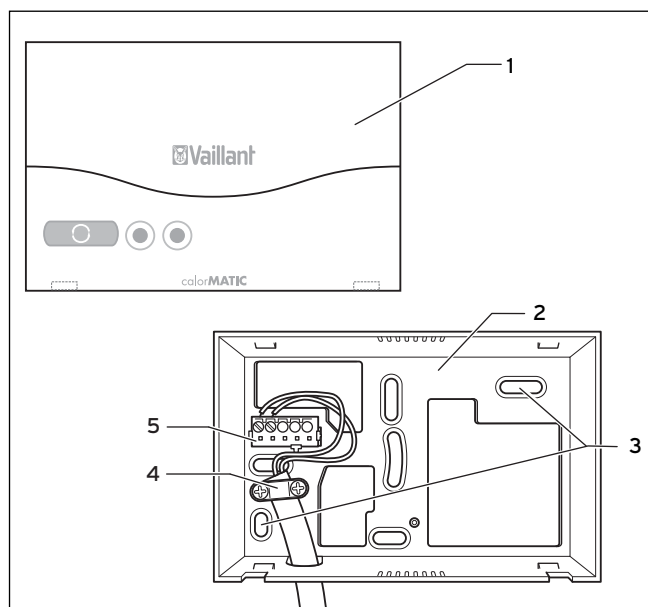

Fig. 4.1 Montage du récepteur radio
- ⇒ Raccordez le câble eBUS au bornier (1) du socle mural pour le récepteur radio.
- ⇒ Montez la décharge de traction (4, fig. 4.1).
- ⇒ Raccordez le câble eBUS au bornier de l'appareil de chauffage (2).